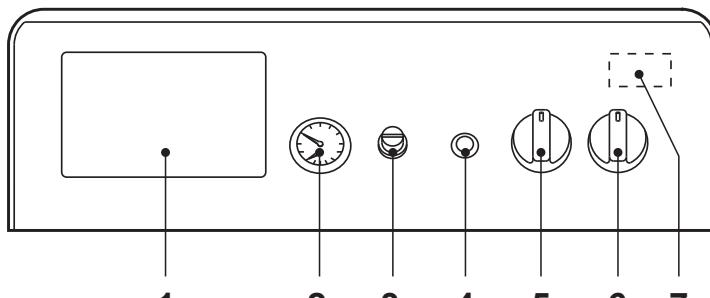
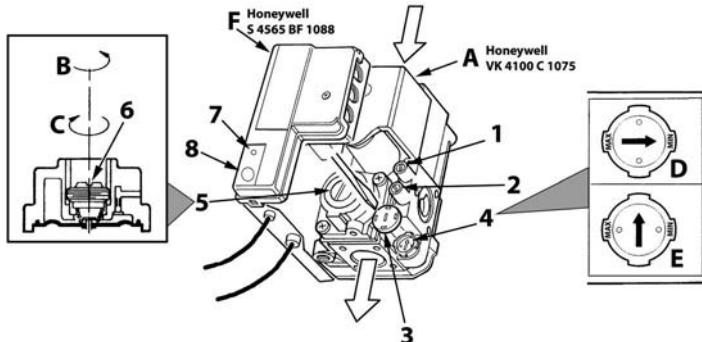

рис. 1 - Панель управления
рис. 4 - Регулирование давления
- Установите главный выключатель "6" в положение 1 (рис. 1).
- Если котел оборудован электронным терmostатическим блоком управления, установленным в положении 1 на рис. 1, пользователь должен также соблюдать инструкции, предоставляемые изготовителем данного блока.
Задайте с помощью термостата температуру воздуха в помещении нужную температуру внутри помещения. По команде от комнатного термостата котел нагревает воду в системе отопления до температуры, заданной с помощью термостата регулировки котла 5 de рис. 1. При достижении в помещении желаемой температуры котел выключается.
При заполнении холодной системы отопления, давление воды, контролируемое по показаниям установленного на котле водомера поз. 2 на рис. 1, должно составлять примерно 1,0 бар. Если во время работы давление воды в системе упало (из-за испарения растворенных в воде газов) до величины ниже вышеуказанного минимума, пользователь должен открыть кран подачи воды и довести давление до первоначального значения. По окончанию операции всегда закрывайте кран подачи воды.
Подключите манометр к штуцеру отбора давления 2 (рис. 4), расположенному после газового клапана, затем переведите ручку терmostата котла (поз. 5 - рис. 1) на максимум.
Сняв защитную пробку 5 (рис. 4), регулируйте давление газа с помощью винта 6 на желаемое значение (см. таблицу технических данных и диаграммы изменения мощности, приведенных в сар. 5).
- Снимите с газового вентиля маленький защитный колпак 3 (рис. 4). С помощью маленькой отвертки регулируйте "СТУПЕНЬ" розжига на основании выбранного для работы газа (G20-G25 положение Дрис. 4 или G30-G31 положение Е рис. 4); установите защитный колпак на место.